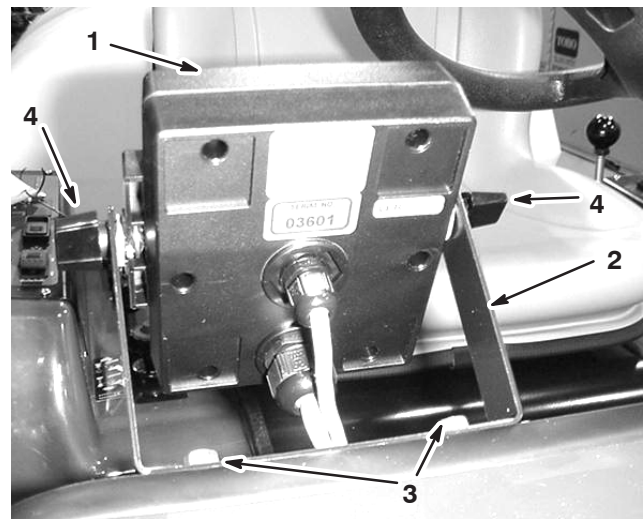

Figure 3
1. Fixez le support du moniteur au tableau de bord (Fig. 3) avec 2 boulons à collerette (1/4 x 3/4 pouce) et 2 écrous à collerette (1/4 pouce).
2. Posez les 2 vis de carrossier, les rondelles en caoutchouc et les boutons sans les serrer sur le support, comme illustré aux Figures 3 et 4.
6. Montez le moniteur Spray Pro sur les têtes des vis de carrossier (Fig. 3) et serrez les boutons pour le fixer en position.